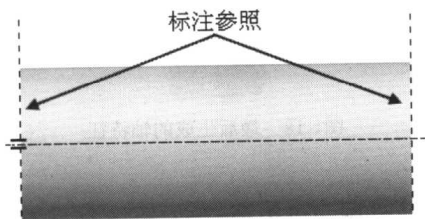
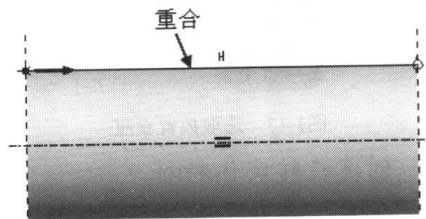

图1-11 选取的标注参照
图1-12 草绘扫描轨迹线轮廓
(1) 在【插入】主菜单中选取【螺旋扫描】/【切口】选项打开【切剪：螺旋扫描】对话框和【属性】菜单，选取【常数】、【穿过轴】、【右手定则】和【完成】选项。
(2) 选取基准平面 FRONT 作为草绘平面，选取如图 1-11 所示的两条边作为尺寸标注和约束参照，在草绘平面中绘制如图 1-12 所示的扫描轨迹线和旋转轴。
(3) 根据系统提示输入节距 5.00。